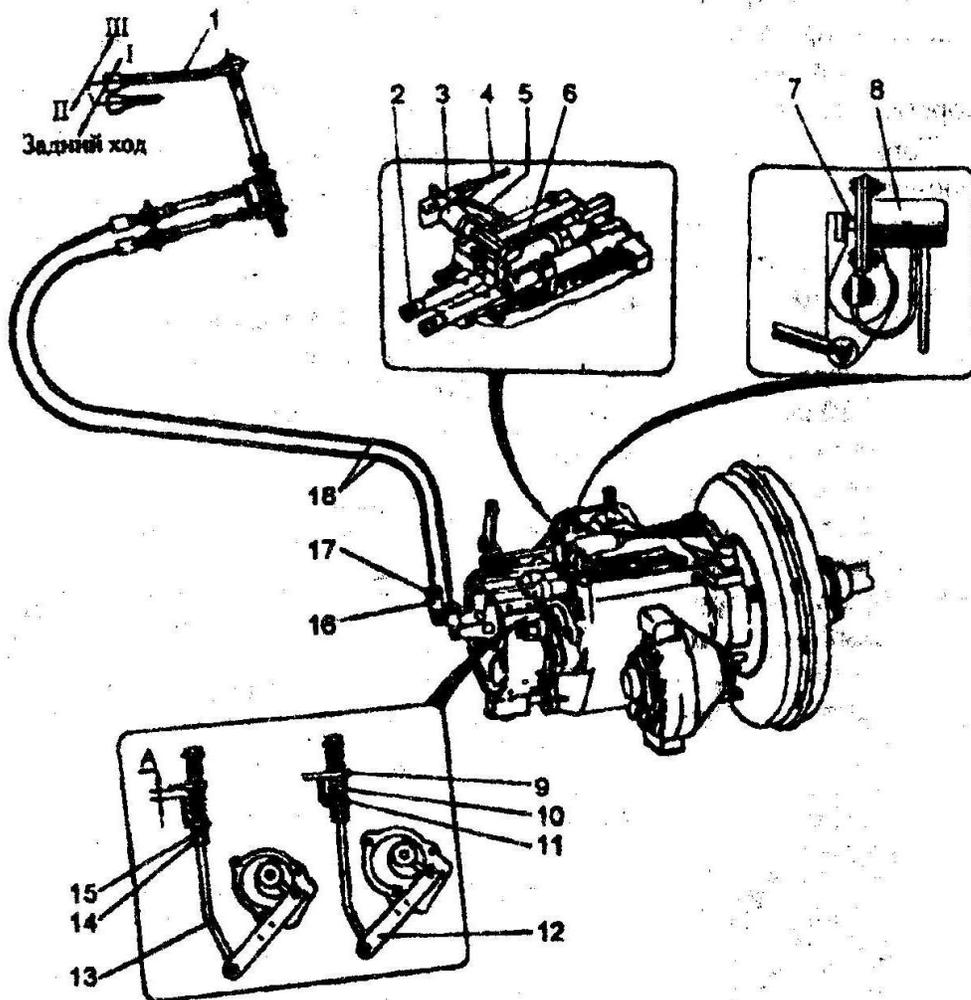

Рис. 54. Механизм блокировки переключения диапазонов:
- 1) отсоедините тягу 4 (рис. 54) от кронштейна толкателя рабочего гидроцилиндра;
1) отпустите контргайку 14 (рис. 54), нажмите на педаль муфты сцепления зафиксируйте в таком положении;